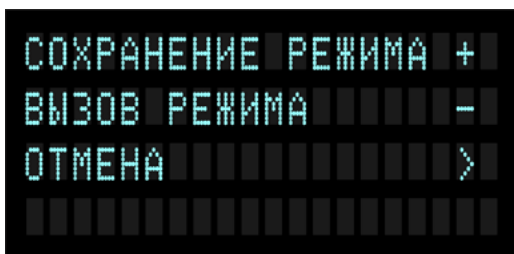

Рисунок 7 – Меню управления сохранением текущего режима
- 5.3.11.1. Комбинация (одновременное нажатие) кнопок «**AUTO**» и «**➤**» вызывает меню управления сохранением текущего режима (Рис. 7).